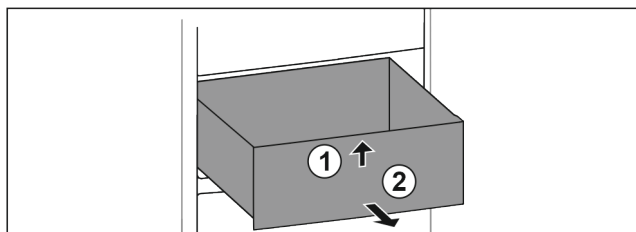

Fig. 75
- ▶ Nadvihnite zásuvku vpredu. Fig. 75 (1)
- ▶ Odoberte zásuvku dopredu. Fig. 75 (2)